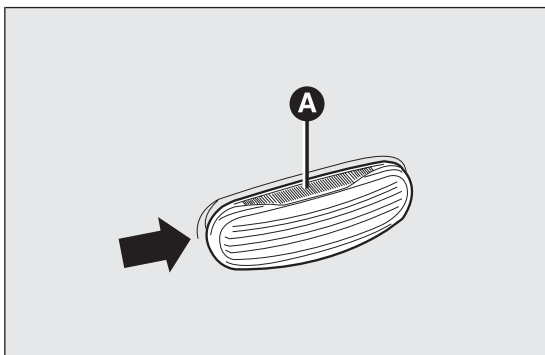
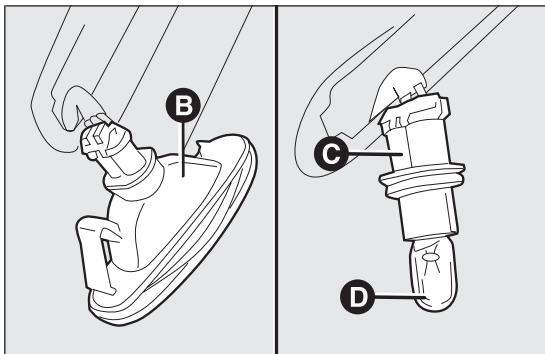

fig. 147
fig. 148
- intervenir en el transparente A fig. 147 de forma que se comprima el muelle interior B fig. 148, a continuación extraer el grupo hacia el exterior;